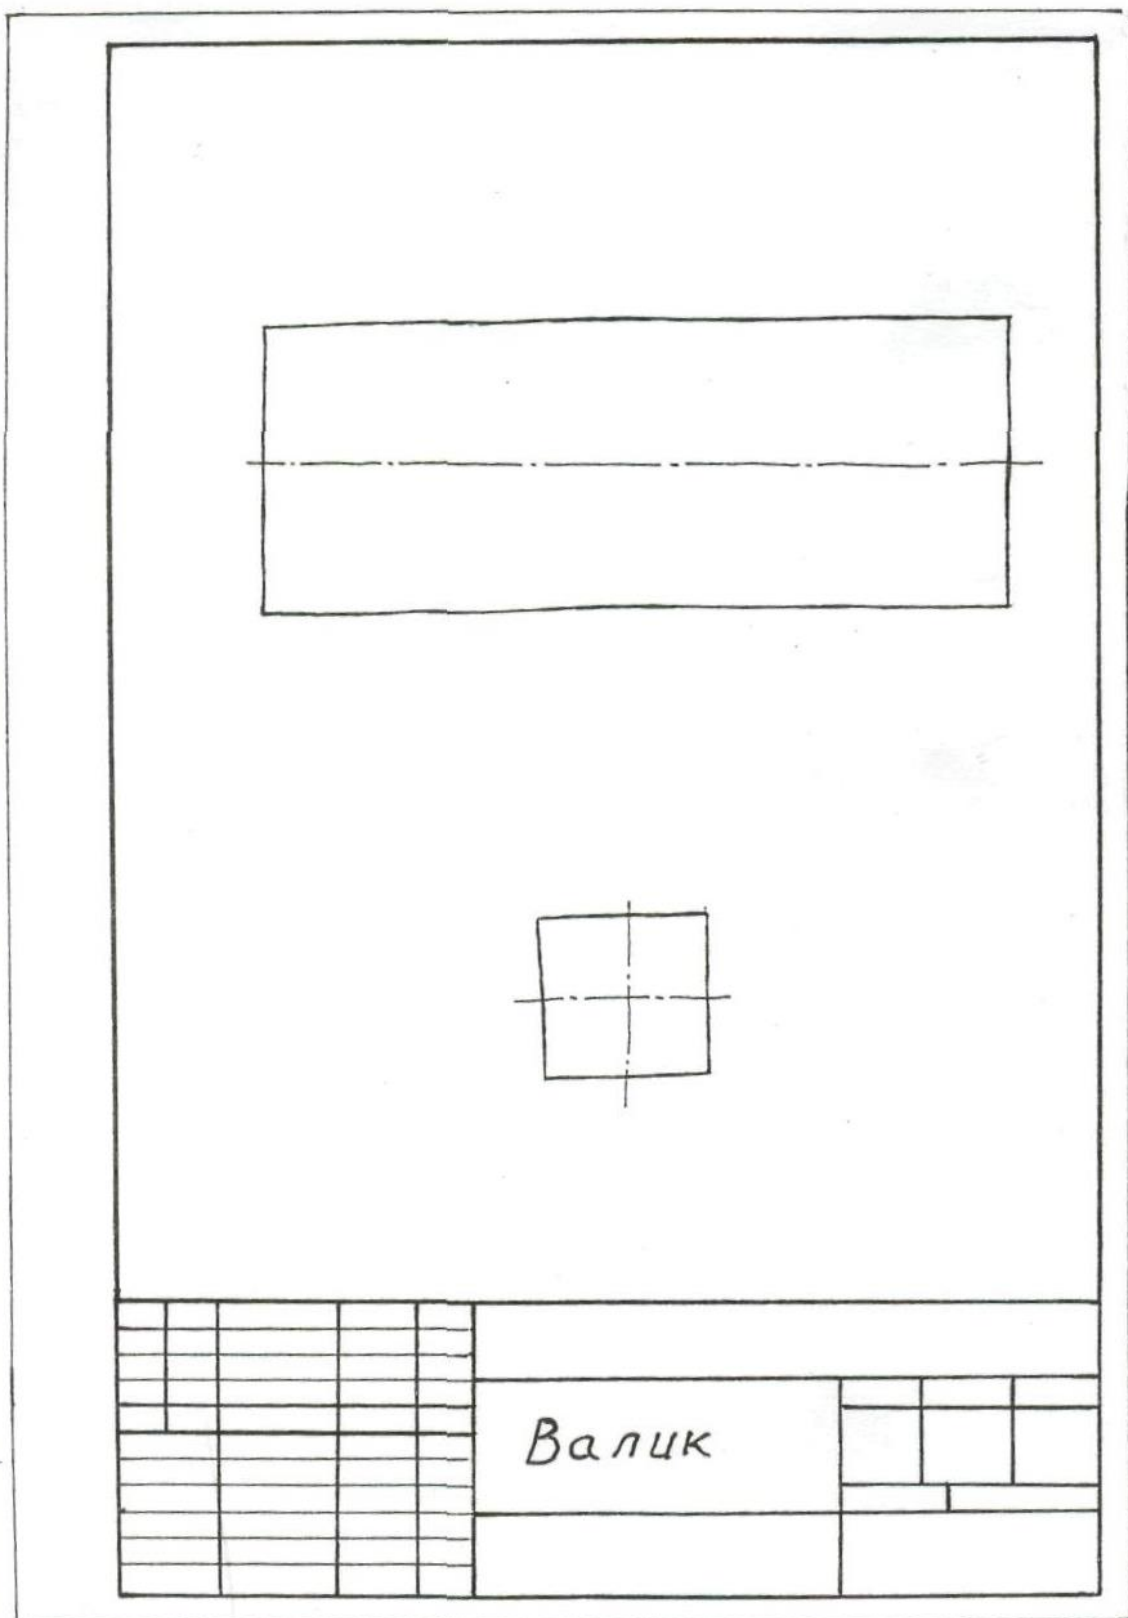

Рис.1
2. Наметить габариты изображений с учётом места для нанесения размеров (рис. 1);